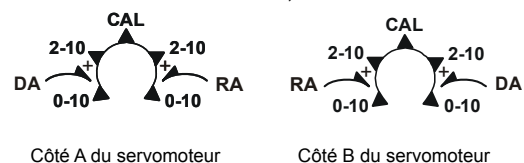

Figure 8 : Sélecteur de Mode
Les servomoteurs ont un commutateur externe de sélection pour calibrer, sélectionner la plage du signal d'entrée, et inverser la commande. Le commutateur est accessible des deux côtés de l'actionneur comme illustré à la Figure 8. Les servomoteurs sont livrés en mode action directe (DA), de 0 à 10 Volts CC en mode signal d'entrée. Pour passer en mode inverse (RA), placez le sélecteur de mode de DA à RA. Le signal d'entrée est entre 0 et 10 Volts CC ou 2 et 10 Volts CC. Si la fonction CAL n'est pas utilisée, les deux gammes de signal d'entrée sont proportionnées à travers l'angle de rotation de 0 à 95°.